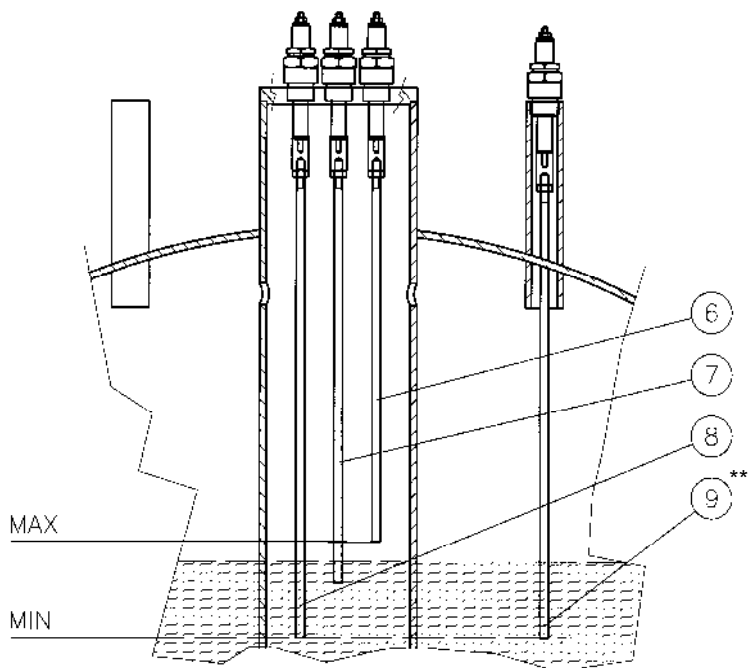

Fig. 7
2.2.2 Regulator automatic de nivel si instrument nivel de siguranta (Fig. 7)